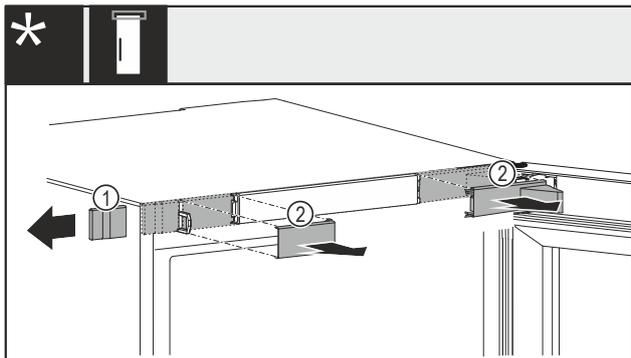

Fig. 13 Con serratura meccanica o elettrica*
- ▶ Rimuovere con cautela la copertura Fig. 13 (1) lateralmente.*
- ▶ Rimuovere con cautela le coperture Fig. 13 (2) in avanti.*